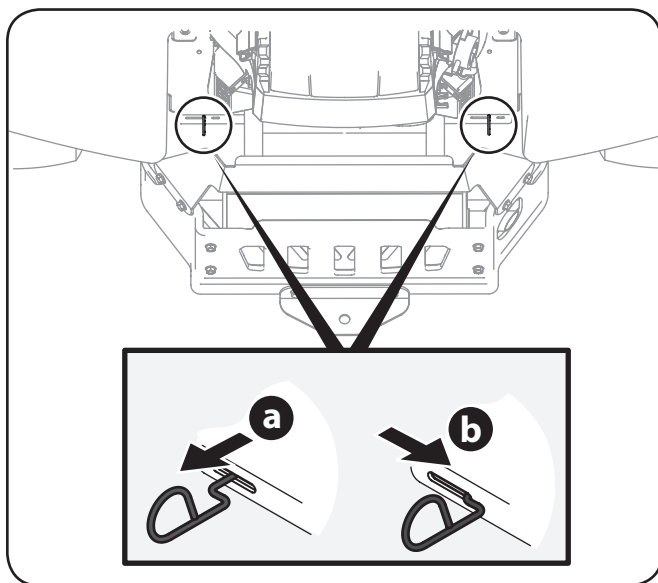

Figure 3-1
1. Pour déplacer la tondeuse manuellement sans la démarrer, engagez les tiges de dérivation des transmissions qui se trouvent à l'arrière, de chaque côté de la tondeuse. Les tiges de dérivation des transmissions sont placées à l'arrière de la tondeuse, près du côté intérieur de chaque pneu arrière. Pour engager les tiges de dérivation, tirez sur chaque tige (a) et glissez-la vers la droite (b). Voir Figure 3-1.
2. Après avoir déplacé la tondeuse, glissez les deux tiges de dérivation vers la gauche pour les désengager. Voir Figure 3-1.